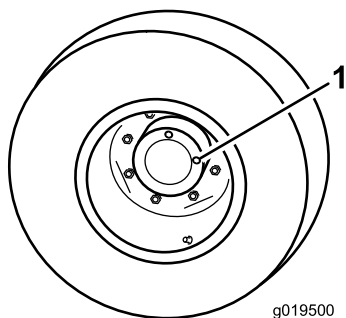

図 90
2. 点検プラグの1つ 図 90 が時計の 12 時を指し、もうひとつが 3 時を指すように駐車する。
3. 3時の位置にあるプラグを外す 図 90。